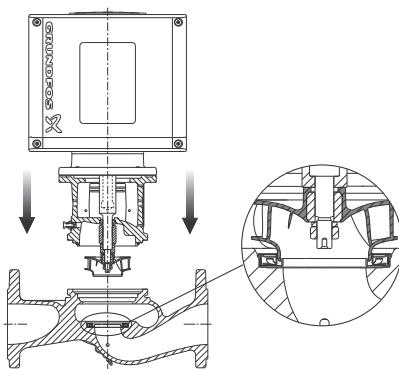

Fig. 10 Nedsænkning af pumpehoved
2. Sænk forsigtigt pumpehovedet med rotoraksel og løber ned i pumpehuset. Se fig. 10.